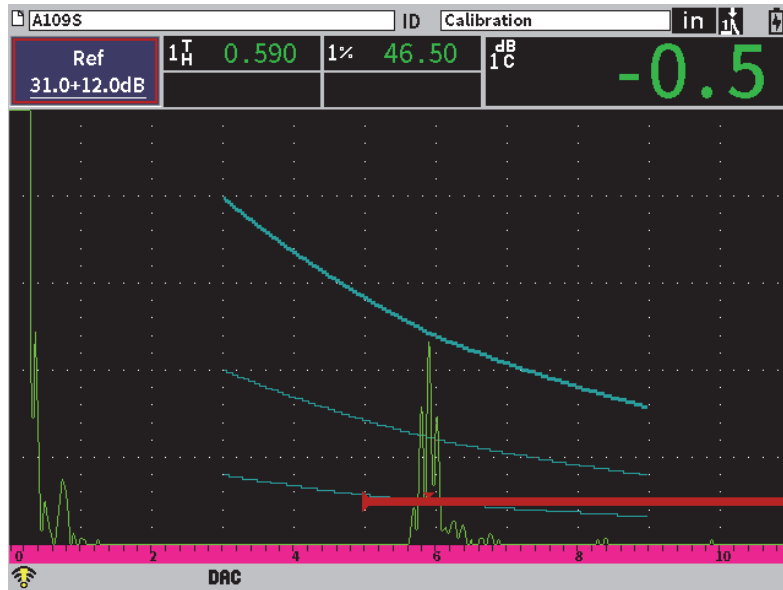

Abbildung 11-6 Vollständige DAC-Kurve
9. Wiederholen Sie die Schritte 6, 7 und 8, bis Sie Ihre Kurve vollständig erstellt haben (siehe Abbildung 11-6 auf Seite 185).